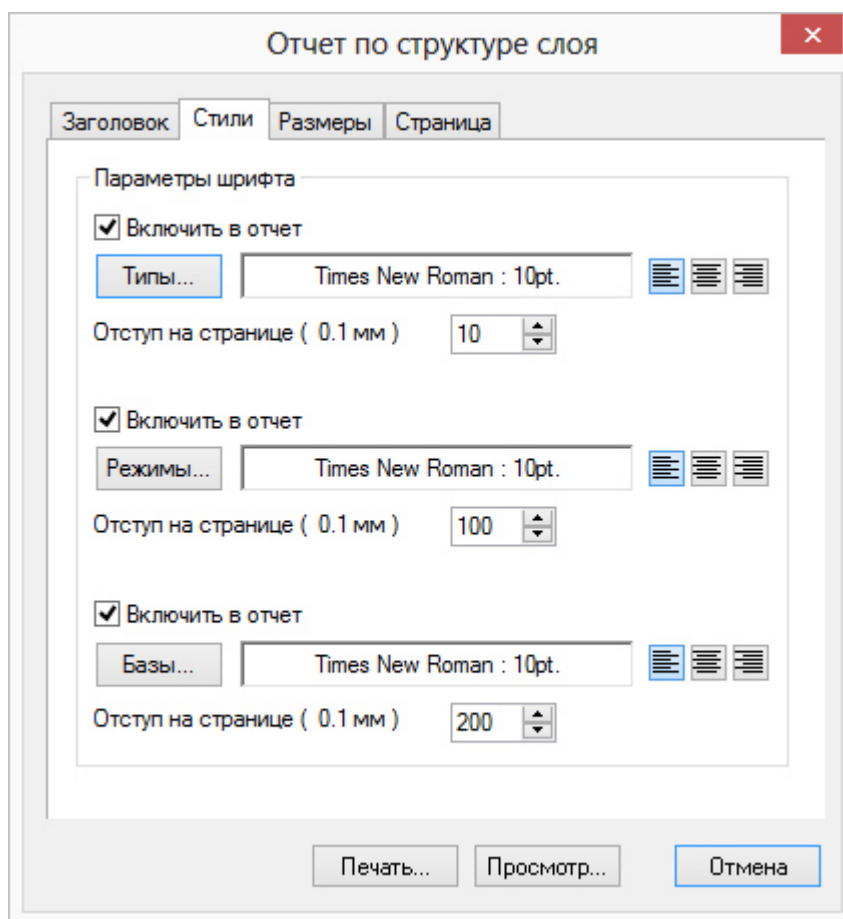

Рисунок 36. Настройка отчета по структуре
3. Во вкладке *Стили* задайте стили для печати, выберите параметры шрифта, и отметьте флажками элементы, которые надо включить в отчет (типы, режимы, базы), см. Рисунок 36, «Настройка отчета по структуре».